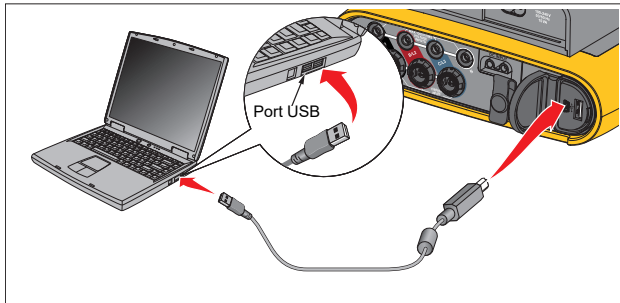

Figure 11. Connexions du Power Logger au PC
3. Branchez le câble USB aux ports USB de l'ordinateur et du Logger. Voir la Figure 11.